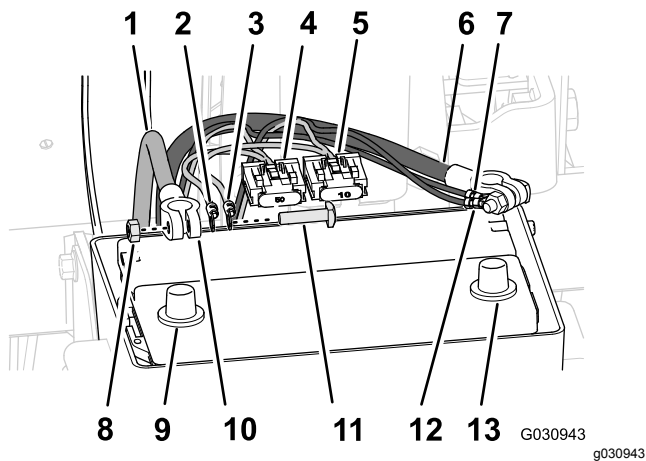

Figura 144
1. Passe o terminal positivo (fio vermelho), o terminal negativo (fio preto) e o bloco de fusíveis (50 A) da cablagem traseira para cima entre a caixa da bateria e o chassis da máquina (Figura 144).
3. Retire os parafusos em T e as porcas hexagonais dos terminais dos cabos da bateria positivos e negativos (Figura 144).
4. Monte um parafuso em T através do terminal positivo (fio vermelho) da cablagem traseira, do terminal positivo da cablagem elétrica da navegação e do terminal do cabo da bateria positivo (Figura 144).
5. Prenda sem apertar os terminais e o parafuso em T com uma porca hexagonal (Figura 144).
6. Monte um parafuso em T através do terminal negativo (fio preto) da cablagem traseira, do terminal negativo da cablagem elétrica da navegação e do terminal do cabo da bateria negativo (Figura 144).
7. Prenda sem apertar os terminais e o parafuso em T com uma porca hexagonal (Figura 144).